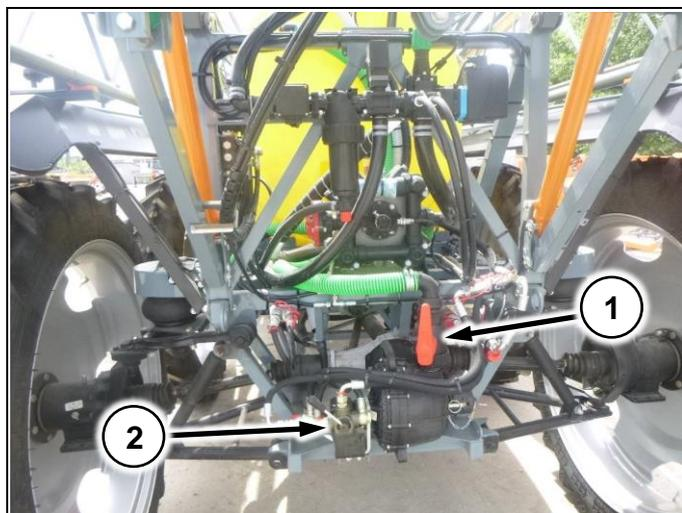

Рис. 112
1. Подсоедините шланг от заправщика к заправочному крану 2” и откройте кран (Рис. 112/1)
2. Переключите гидрораспределитель (Рис. 112/2)
6. Выключите помпу, закройте кран, отсоедините заправочный шланг, переключите гидрораспределитель (Рис. 112/2)